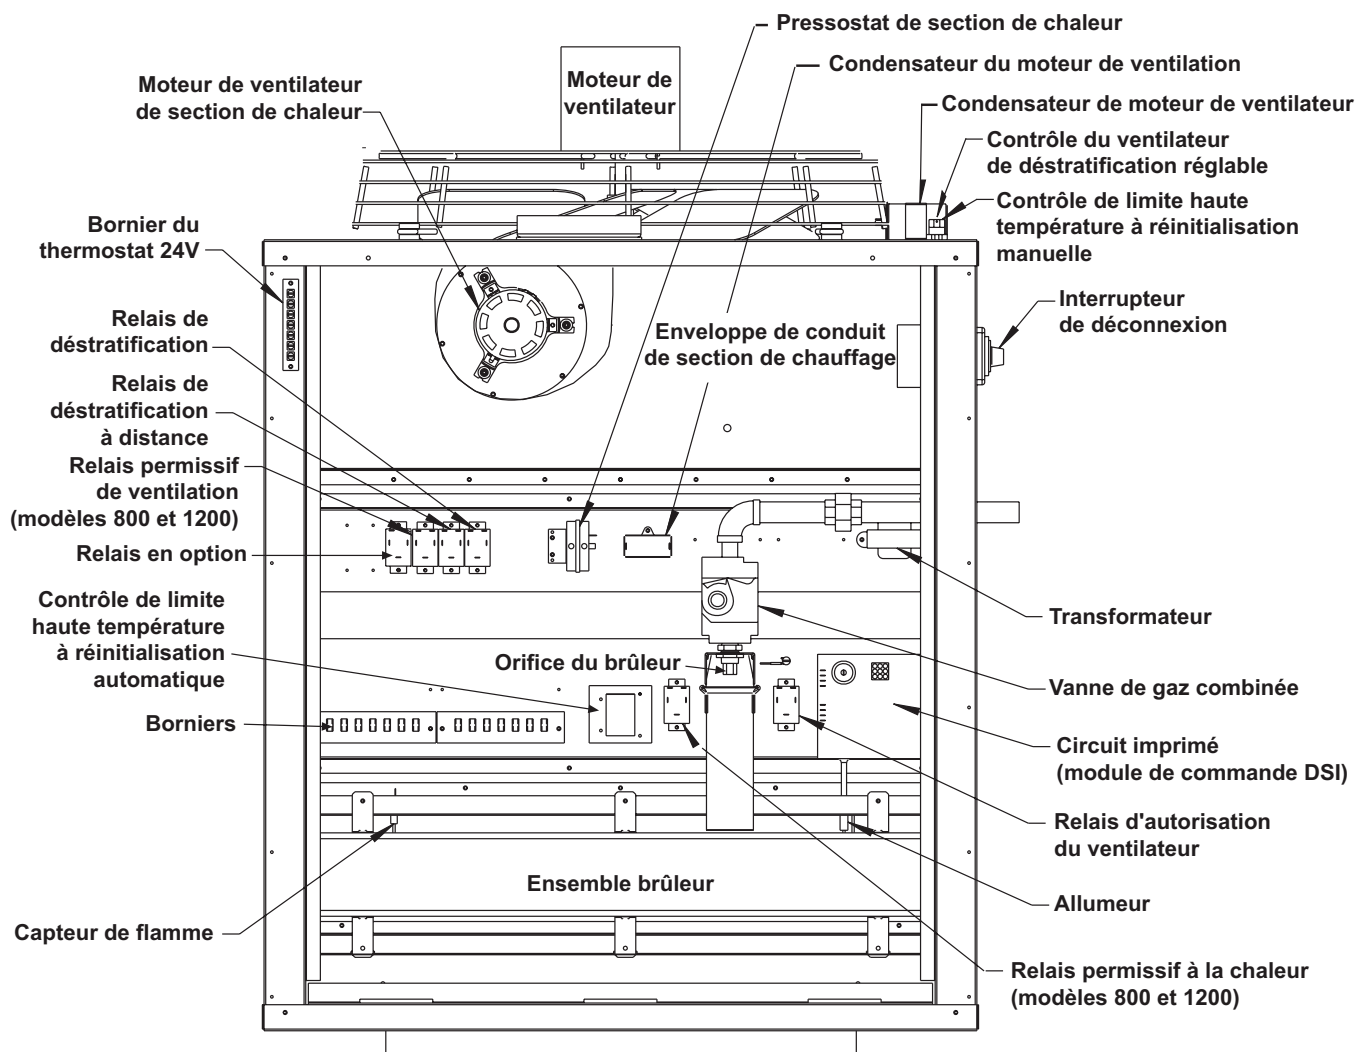

Figure 15. Emplacement des composants (typique)
L'emplacement des commandes suivantes est montré dans la **Figure 15**.
- Le pressostat de la section chauffante (vérification de l'air de combustion) (voir la **Figure 15** pour l'emplacement) est un interrupteur sensible à la pression qui surveille la pression de l'air pour garantir qu'un débit d'air de combustion approprié est disponible. L'interrupteur est un dispositif unipolaire/normalement ouvert qui se ferme lorsqu'une pression différentielle est détectée entre le boîtier de l'aérateur et la boîte de collecte des gaz de combustion. Chaque section du réchauffeur est équipée d'un pressostat. De plus, les appareils de chauffage comportant plus d'une section de chauffage (tailles d'unité 800 et 1200) sont dotés d'un pressostat de section de boîte de collecte des fumées qui détecte la pression négative dans le boîtier principal de l'aérateur.
Le contrôle de limite de température élevée à réinitialisation automatique (voir la **Figure 15** pour l'emplacement) offre une protection en cas de panne du moteur ou de manque de débit d'air en raison d'une restriction à l'entrée ou à la sortie.
Le contrôle de limite de température élevée à réinitialisation manuelle est situé en haut de chaque section de chauffage (voir la **Figure 15** pour son emplacement). Si le point de consigne est atteint, la commande interrompt l'alimentation électrique de la vanne de gaz combinée dans cette section de chauffage. Si la commande s'active, identifier et corriger la cause avant de réinitialiser l'interrupteur (voir la section **DÉPANNAGE**).
Chaque section chauffante du radiateur est équipée d'une vanne de gaz combinée (voir Figure 15 pour l'emplacement) : l'unité de taille 400 en a une, la taille d'unité 800 en a deux et l'unité de taille 1200 en a trois. La vanne de gaz combinée est alimentée par un circuit de commande 24V via le thermostat et des commandes de sécurité. La vanne de type diaphragme est réglée en usine et elle contrôle la circulation de gaz.
Chaque section chauffante du radiateur est équipée d'un moteur de ventilateur (voir Figure 15 pour l'emplacement) : l'unité de taille 400 en a une, la taille d'unité 800 en a deux et l'unité de taille 1200 en a trois. Le moteur du ventilateur est équipé d'une protection de surchauffe à réinitialisation automatique. Si le moteur ne fonctionne pas, la cause peut être simplement que le courant ne convient pas. Assurez-vous que la tension requise est acheminée vers le moteur.